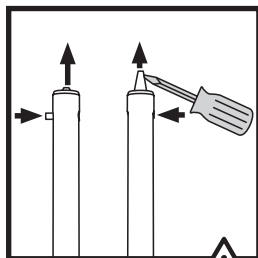

Fig. 10
- Spingere delicatamente in avanti lo stantuffo di uscita degli agganci di posizionamento utilizzando come leva un cacciavite a testa piatta (non in dotazione). **(Fig. 10)**